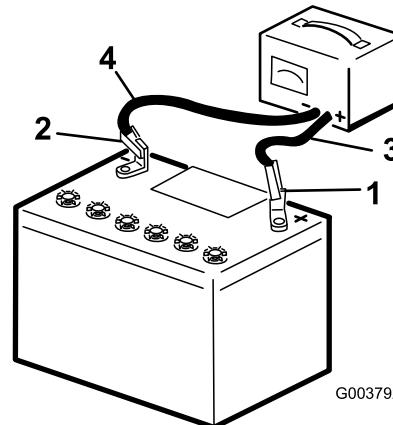

図 52
2. 3-4 A で 4-8 時間、バッテリーを充電する **図 52**。充電しすぎないように注意すること。
3. 充電が終わったら、チャージャのプラグをコンセントから抜いてから、チャージャのリード線をバッテリー端子から外す **図 52**。